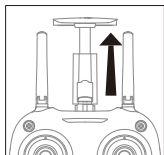
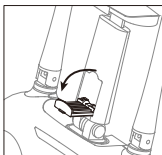

图3
图4
1. 向上拉出手机夹上夹口（图3），先打开手机夹下卡口（图4），再将手机上夹口拉到可放下手机位置。